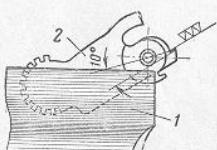
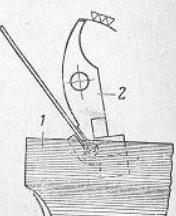

Рис. 44. Заправка боевого взвода курка:
Рис. 45. Заправка носика шептала:
(I) Зажать курок или шептalo в тисках с медными прокладками и заправить трехгранным надфилем боевой взвод курка (рис. 44) или носик шептала (рис. 45).
(I) Зажать шептalo в тисках с медными прокладками и заправить носик шептала трехгранным надфилем (см. рис. 45).